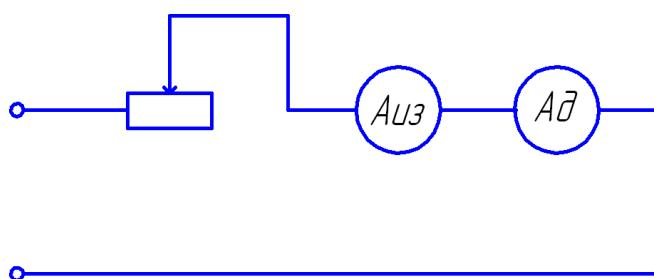

Рис. 1. Схема для поверки амперметра
2. Собрать электрическую схему установки согласно рис.1.